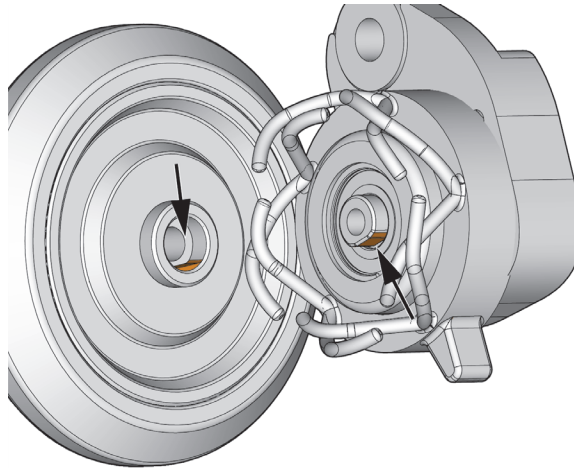

Figura 5-16 Bordi piani della ruotina e dell'asse
2. Per installare la ruotina, allineare i bordi piani dell'asse e della ruotina, premere la ruotina nell'asse per comprimere l'anello di resistenza e, in seguito, installare la vite (vedi Figura 5-16 a pagina 91).